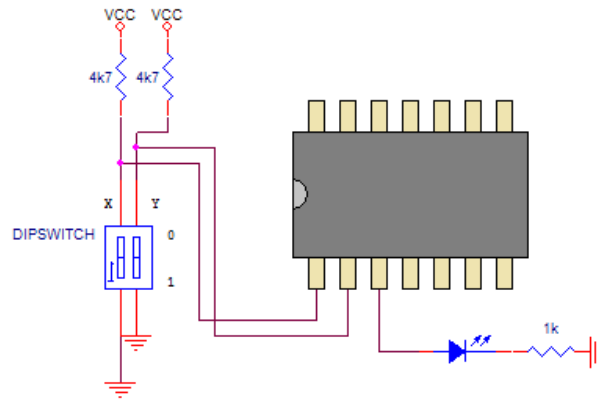

Figura 8 – Exemplo de esquema elétrico de uma montagem para teste de função de circuitos integrados.
- Utilize a montagem descrita na Figura 8 e monte a mesma no *protoboard*;